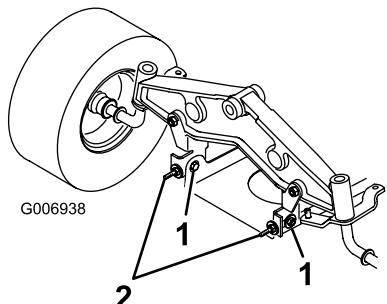

Figura 51
10. Afloje ligeramente los pernos de montaje delanteros del soporte de pivote (Figura 51).
11. Gire las contratuerca sobre los pernos de anilla para cambiar el ajuste (Figura 51).
12. Después de ajustar en la misma medida las contratuerca de ambos pernos, verifique de nuevo la inclinación longitudinal. Siga ajustando los pernos de ojal hasta que la punta de la cuchilla más avanzada esté hasta 9 mm más baja que la punta de la cuchilla más atrasada (Figura 51).
13. Cuando la inclinación longitudinal sea correcta, apriete los pernos de montaje del soporte de pivote (Figura 51).